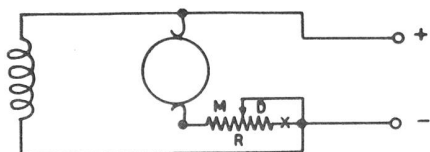

fig. 139
**Remarque 2.** Dans la fig. 138 l'inducteur est branché en parallèle sur l'induit, c'est-à-dire qu'il subira les effets du rhéostat de démarrage, ce qui n'est pas souhaitable ; on le branchera de préférence directement aux bornes du réseau (fig. 139).